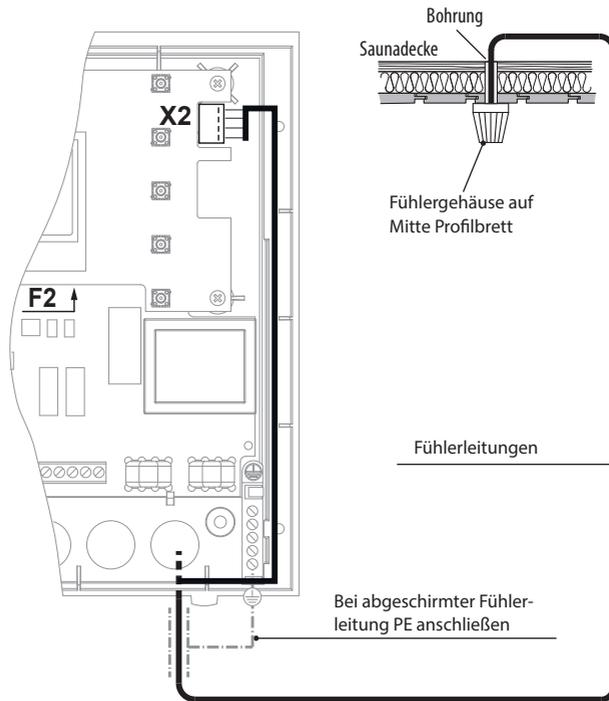
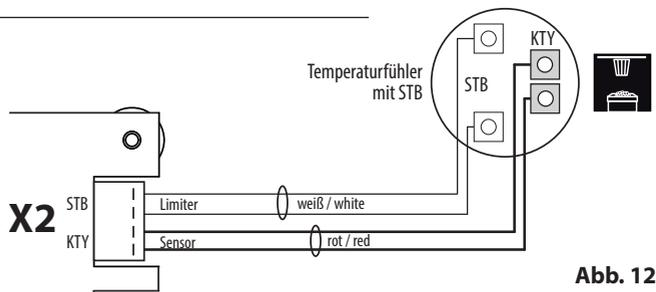

Abb. 11
Abb. 12
5. Föhren Sie die Föhlerleitungen zum Steuergerät und föhren sie durch die rechte Kabeleinföhung in das Gerät. Verlegen Sie die Föhlerleitungen innerhalb des Steuergerätes wie in Abb. 11 gezeigt. Schließen sie die Föhlerleitungen gemäß Abb. 12 an. Hierzu wird der Stecker X2 von der Platine abgezogen und nach dem Anschließen wieder eingesteckt.